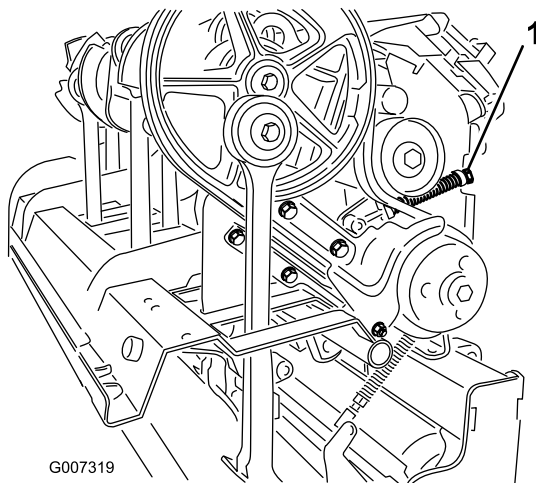

Figura 33
4. Para quitar la tensión del muelle, afloje la contratuerca que asegura el retenedor del muelle (Figura 33) y gire el retenedor del muelle.